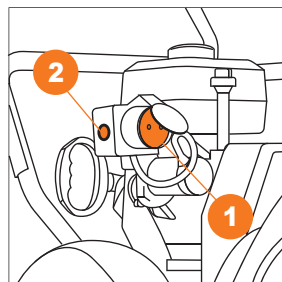

Рис. 44
- Подключите сетевой шнур удлинителя к розетке электрического стартера ①.
- Нажмите красную кнопку запуска ② на корпусе электрического стартера и удерживайте ее до момента запуска двигателя, не удерживайте кнопку нажатой более 5 секунд, если двигатель не запустился, отпустите кнопку, подождите 5-10 секунд и повторите процесс запуска (Рис. 44).